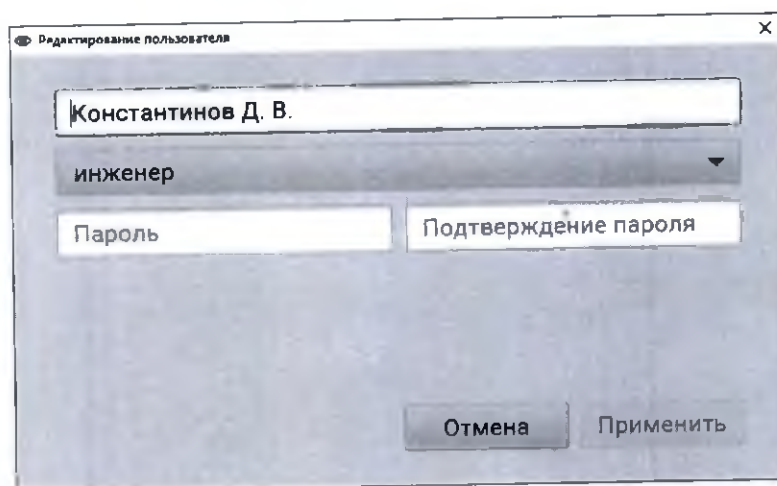

Рис. 12.3: Окно изменения пользователя
2. Нажмите кнопку *Редактировать*. Появится окно изменения пользователя (рис. 12.3).